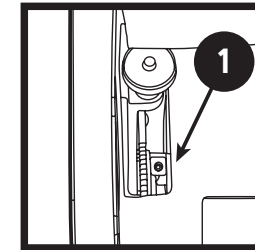

Figura 11
2. Instale la intermedia posterior de forma tal que la superficie interior del cojinete sea de aproximadamente 1,524 cm desde el soporte de la rueda. Asegure la rueda con un juego de tornillos de bloqueo. (Figura 11)